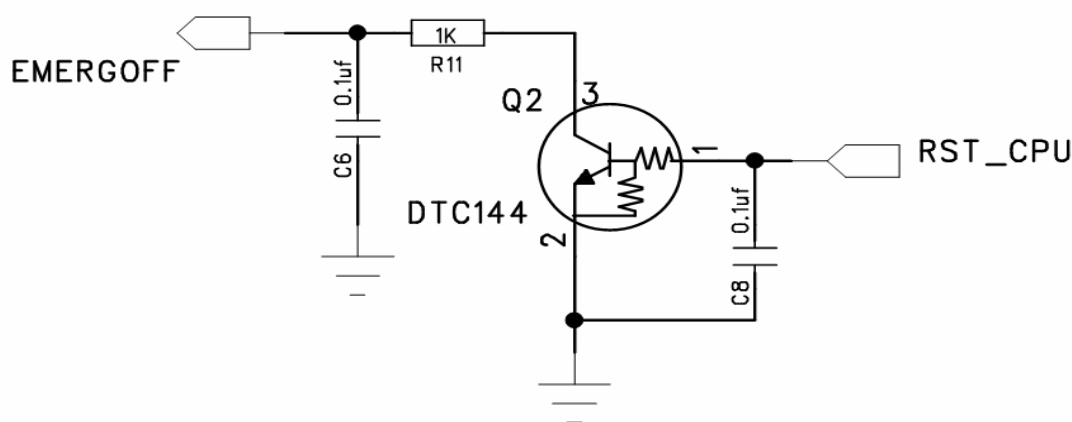

图 4 EMERGOFF OC 控制 (C6、R11 要靠近模块管脚)
- 1) 对 EMERGOFF 的控制建议采用 OC 输出，见图 4。